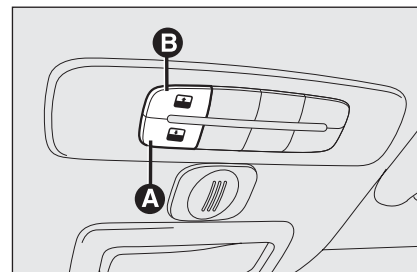
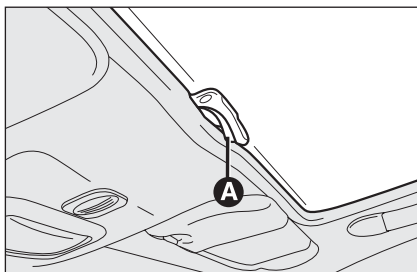

fig. 43
fig. 44
O tecto de abrir de vidro amplo é composto por um painel de vidro com uma cortina de protecção contra o sol de deslocamento manual. A cortina pode ser utilizada nas posições “toda fechada” e “toda aberta” (não existem posições fixas intermédias). Para abrir a cortina: premir a patilha **A**-fig. 44, deslocar até à posição “toda aberta”. Para fechar, executar o procedimento inverso.
O tecto de abrir de vidro amplo é composto por um painel de vidro com uma cortina de protecção contra o sol de deslocamento manual. A cortina pode ser utilizada nas posições “toda fechada” e “toda aberta” (não existem posições fixas intermédias). Para abrir a cortina: premir a patilha **A**-fig. 44, deslocar até à posição “toda aberta”. Para fechar, executar o procedimento inverso. O funcionamento do tecto de abrir apenas se realiza com a chave de arranque na posição **MAR**. Os comandos **A-B** fig. 43 no tablier junto à luz do tecto dianteira comandam as funções de abertura/fecho do tecto de abrir.
Premir o botão **B**-fig. 43 e segurá-lo carregado, o painel de vidro dianteiro se colocará na posição “spoiler”; premir novamente o botão **B**-fig. 43 e, agindo no comando por mais de meio segundo, se engata o movimento do vidro do tecto que prossegue automaticamente até o fundo curso; o vidro do tecto pode ser bloqueado numa posição intermédia agindo novamente no botão.
A partir da posição de abertura completa, premir o botão **A-fig. 43** e, quando se actua no botão por mais de meio segundo, o vidro dianteiro do tecto se colocará automaticamente na posição “spoiler”; agindo novamente no botão, o vidro do tecto bloqueia-se na posição intermédia; premir novamente o botão **A-fig. 43** e segurá-lo carregado até ao fecho completo do painel.
- ☐ premir o botão **A-fig. 43** na posição de fecho;